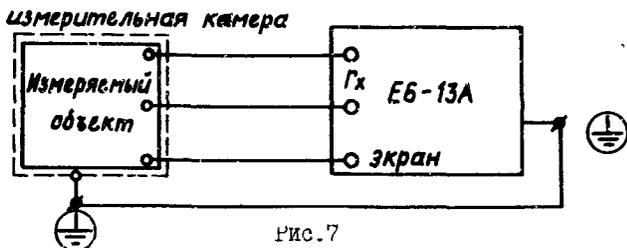

Рис.7
9.1.3. При измерениях на поддиапазонах выше 10^9 Ом поместите измеряемый объект в измерительную камеру, соединив между собой клеммы \oplus камеры и прибора (рис.7).
9.3.2. Подключите измеряемый объект к гнездам Γ_x прибора (при измерениях на поддиапазонах свыше 10^9 Ом поместите измеряемый объект в измерительную камеру, подсоединив ее к прибору в соответствии с рис.7).